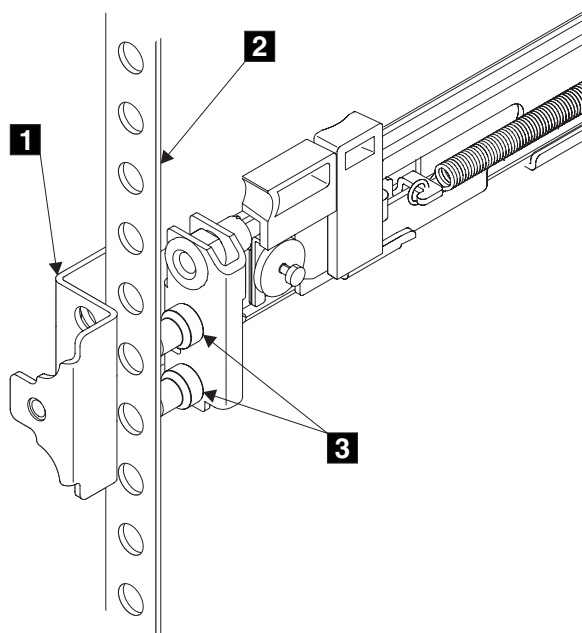

図 41. レールのフロントエンドの取り付け
6. 左レールの前面の端をラック・キャビネットにはめる。前面ブラケットの上端 **1** (図 41) が、ラック上の必要な EIA マーキングに合うように調整します。